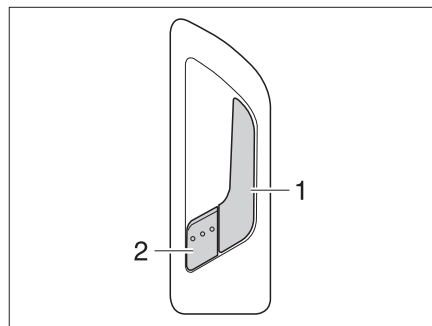

Fig. 43 Serrure de la porte cellule, à l'intérieur
- Tirer sur la poignée (Fig. 43,1). La serrure de la porte est déverrouillée. Le levier de sécurité (Fig. 43,2) ressort automatiquement.
- Appuyer sur le levier de sécurité (Fig. 43,2).